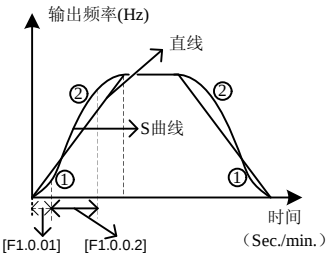

图 7-24 加减速曲线
S 曲线加速起始/减速终止段时间时间如图 7-24 中的①所示，用加、减速总时间的百分比表示。
S 曲线加速上升/减速下降段时间时间如图 7-24 中的②所示，用加、减速总时间的百分比表示。